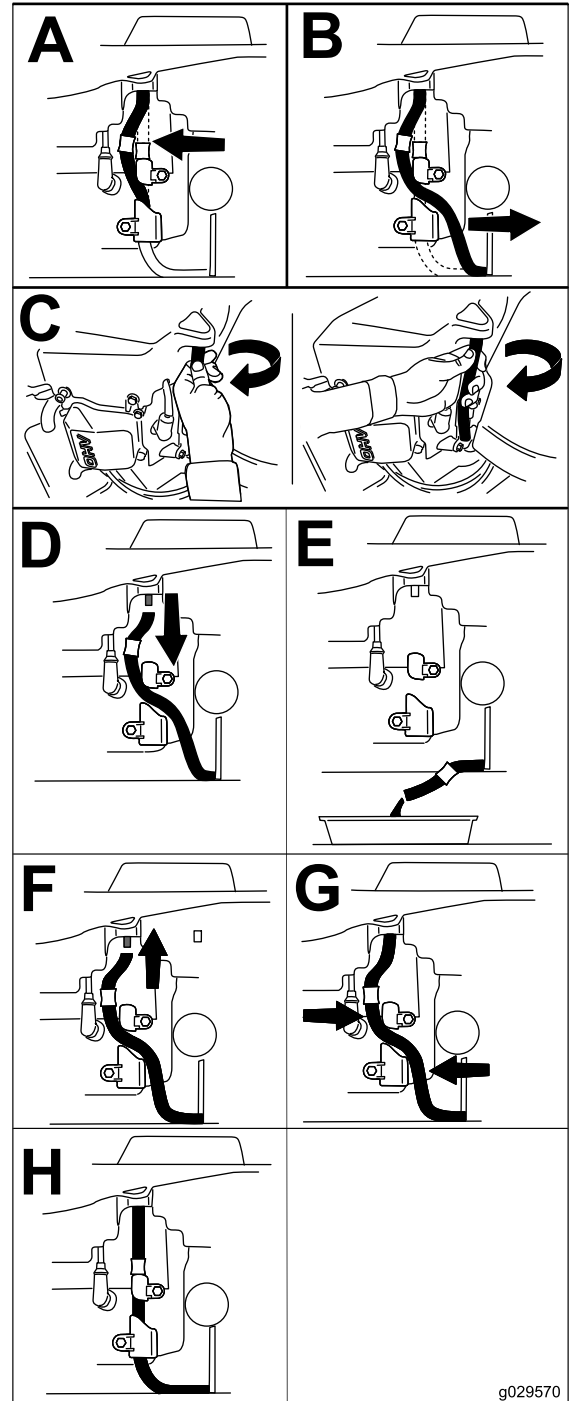

Figura 74
4. Drene el aceite del motor (Figura 74).